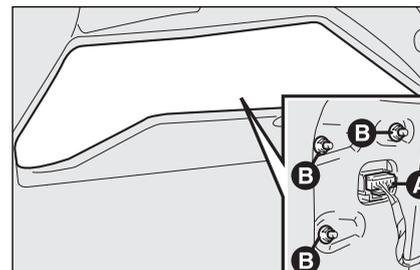

fig. 30
- de l'intérieur du coffre à bagages dégager le connecteur **A-fig. 30**, dévisser les 3 écrous **B** en se servant de la prolonge (lorsqu'elle est prévue) utilisée pour visser les boulons de la roue (fournie avec la boîte à outils) et enlever le groupe optique.